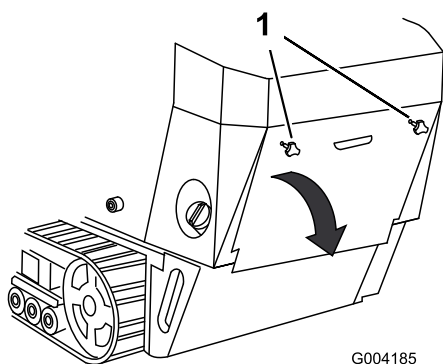

Figure 18
1. Dévissez les 2 boutons de fixation du couvercle d'accès arrière à la machine (Figure 18).
2. Basculez le couvercle d'accès arrière vers le bas et déposez-le pour accéder aux composants internes (Figure 18).